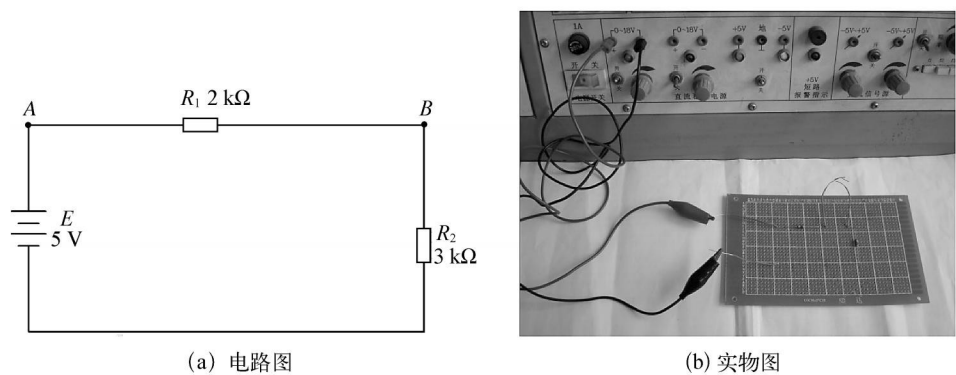

图 1-1-3 电阻串联电路
电阻串联电路如图 1-1-3 所示,图(a)为电路图,图(b)为实物图。
(3) 按图 1-1-3(a)连接电路。
(4) 将万用表选择在较大量程上,分别并联在 R_1 、 R_2 的两端测量电压值,并将结果填入表 1-1-2 中。
(5) 将万用表选择在合适的量程(参考理论计算值)上,分别并联在 R_1 、 R_2 的两端测量电压值,并将结果填入表 1-1-2 中。